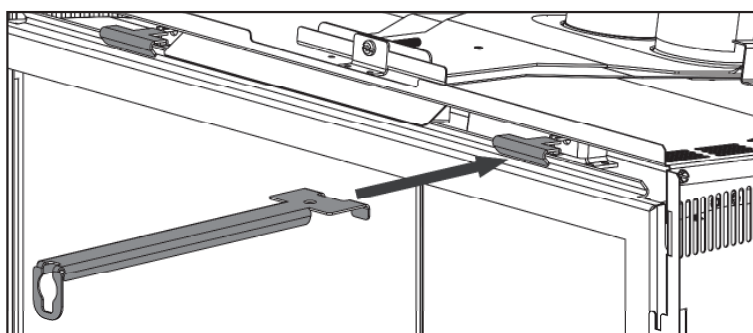

Fig. 3-3
2. Déverrouillez les loquets supérieurs gauche et droit situées dans le haut de la porte (**Fig. 3-3**). Penchez légèrement vers l'avant puis soulevez hors des fentes.